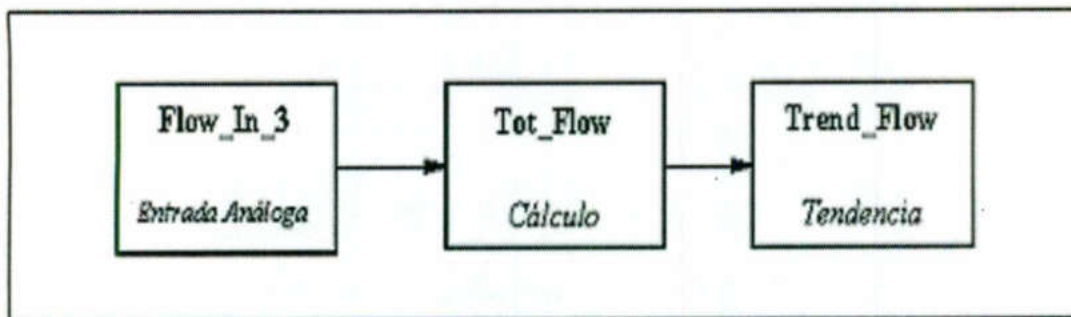

Figura 7-2: Ejemplo de una Cadena de la Base de Datos del Proceso.
- La figura 7-2 muestra un ejemplo de una cadena de la base de datos del proceso